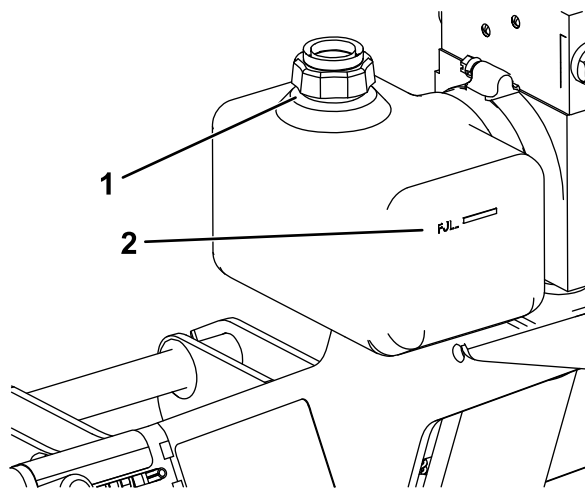

Figura 27
2. Limpie la zona alrededor del tapón de llenado (Figura 27).
3. Retire el tapón de llenado del depósito hidráulico (Figura 27).
4. Lentamente, llene el depósito con fluido hidráulico de alto rendimiento BOSS hasta la línea de llenado del exterior del depósito (Figura 27).